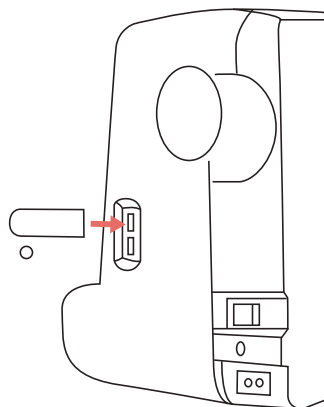

Figura 12
1. Importe los patrones en el formato compatible con la máquina en el disco USB y luego inserte el USB en la interfaz USB de la máquina. (Figura 12.)